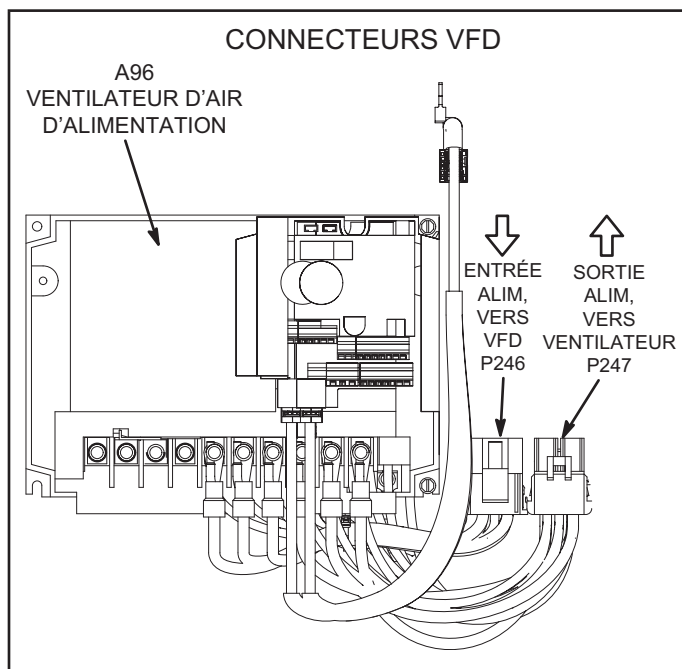

FIGURE 41
- 2 - Localiser les connecteurs P246 et P247 près du VFD. Voir FIGURE 41.